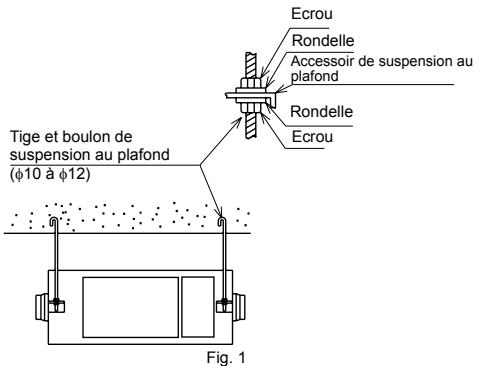

Fig. 1
- Installez l'appareil de manière à ce qu'il soit suffisamment stable et fixé sur une surface plane horizontale pour supporter son poids. (Fig. 1)